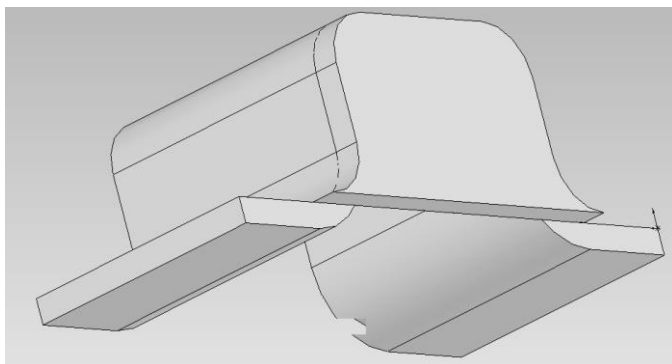

Рисунок 8.4 – Побудова корпусу
- аналогічно наростити плоску поверхню на 5 мм. (Рис. 8.4);